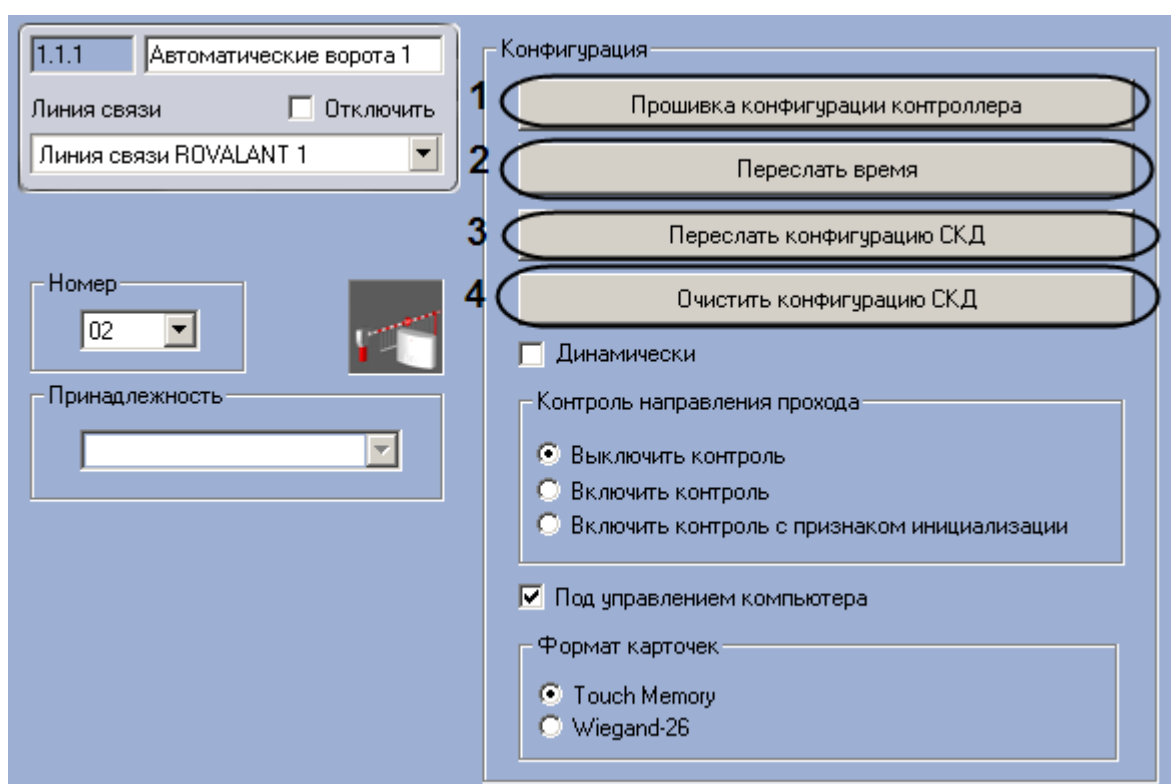

Рис. 3.4—10. Пересылка конфигурации автоматических ворот
1. Перейти на панель настроек объекта **Автоматические ворота** (Рис. 3.4—10).
2. Для пересылки на автоматические ворота конфигурации с контроллера нажать на кнопку **Прошивка конфигурации котроллера** (см. Рис. 3.4—10, 1).
3. Для пересылки времени Сервера на автоматические ворота нажать на кнопку **Переслать время** (см. Рис. 3.4—10, 2).